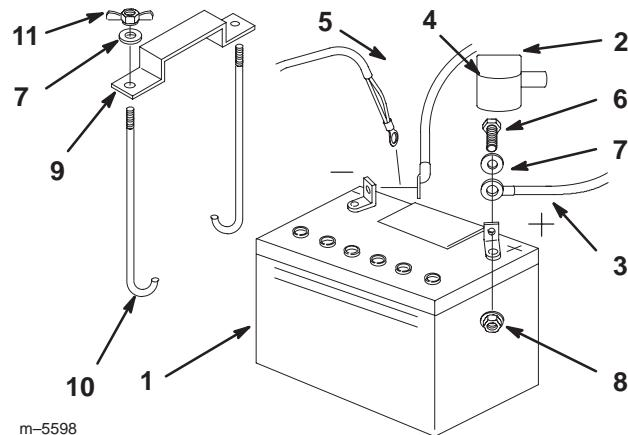

Figure 64
1. Placez la batterie dans son support en tournant les bornes vers le moteur (Fig. 64).
4. Fixez les câbles à l'aide de 2 boulons (1/4 x 3/4 pouce), 2 rondelles (1/4 pouce) et 2 contre-écrous (1/4 pouce) (Fig. 64).
6. Fixez la batterie en position avec des boulons en J, une barrette de maintien et 2 rondelles (1/4 pouce), ainsi que 2 écrous papillons (1/4 pouce) (Fig. 64).
- Débranchez d'abord le câble négatif et le câble de masse de la borne négative (-) de la batterie (Fig. 64).
- Ôtez le capuchon rouge de la borne positive (rouge) de la batterie. Retirez ensuite le câble positif (rouge) de la batterie (Fig. 64).
- Retirez les deux écrous papillons (1/4") de fixation de la barrette de maintien de la batterie (Fig. 64).